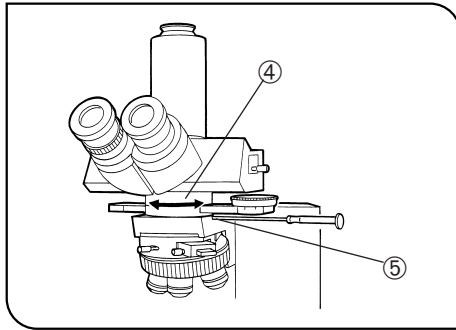

Fig. 20
4. Låssa något på mellanliggande adaptorns låsskruv ⑤. (Fig. 20)
5. Medan man observerar synfältet, vider man det mellanliggande tillbehöret för ortoskopisk undersökning (U-OPA) ④ tills fullständig utsläckning uppnås. I detta läge drar man åt mellanliggande tillbehörets låsskruv ⑤. (Fig. 20)